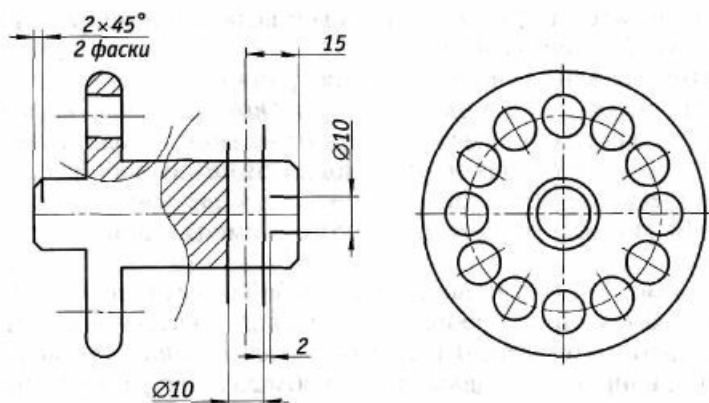

Рис. 1.9. Выполнение чертежа с использованием команд *Фаска* и *Штриховка*
Упражнение 1.11. Создание чертежа с использованием команд *Фаска* и *Штриховка* (рис. 1.9).
2. Выполните с обоих торцов вала фаски $2 \times 45^\circ$ (см. рис. 1.9) и дополните изображение на профильной проекции окружностью левой фаски.